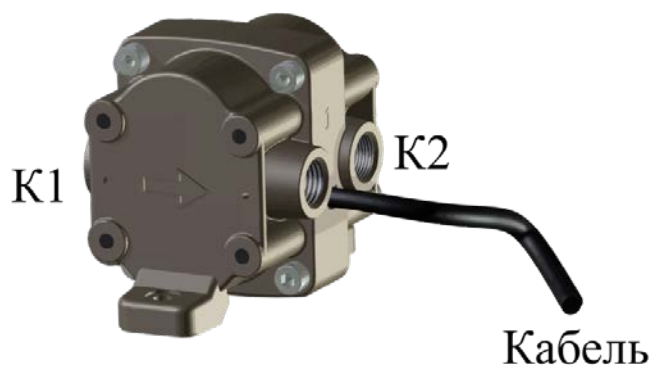

Рисунок 6 – Камеры расходомера
3. Устанавливать расходомер в строгом соответствии с назначением камер (см. рис. 6): камера 1 считается камерой СЛЕВА от выходящего жгута проводов, предназначена для измерения топлива, подаваемого в топливный насос; а камера 2 – СПРАВА от выходящего жгута, предназначена для измерения обратки.